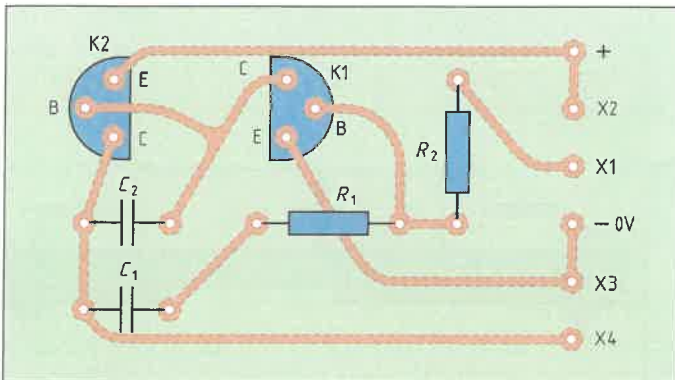

Bild 1: Bestückungsplan
6. Ergänzen Sie mithilfe des Bestückungsplanes (Bild 1) einer gedruckten Schaltung und der Stückliste den Stromlaufplan eines elektronischen Durchgangsprüfers (Bild 2).